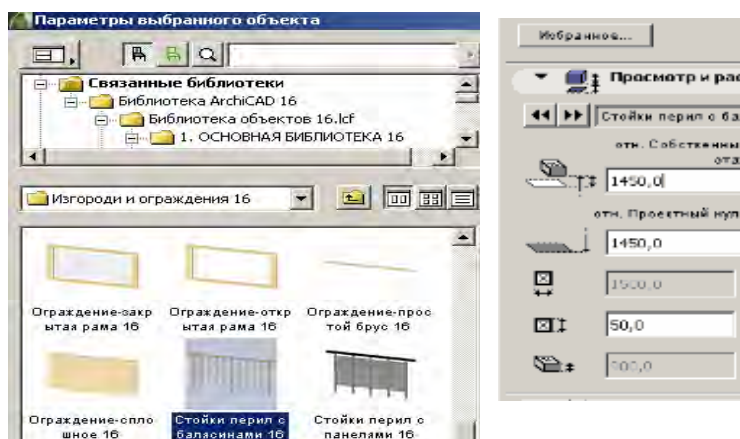
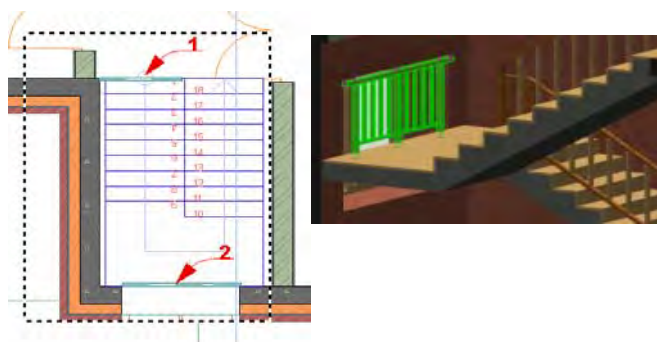

Рис. 119
Рис. 120
2. Войдите в панель **Изгороди и ограждения 1.** (рис. 119) ОСНОВНОЙ БИБЛИОТЕКИ, активируйте объект **Стойки перил с балясинами** и установите ограждение на полуэтаже у окна в позиции 2 (рис. 120) на высоте 1450 мм.